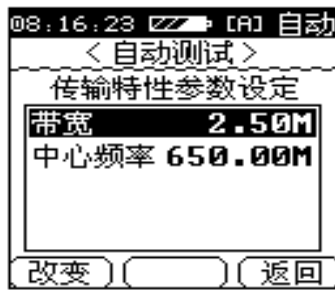

图 3-48
2. 在编辑频率频谱扫描子菜单中，可以编辑带宽和中心频率（如图 3-48）。